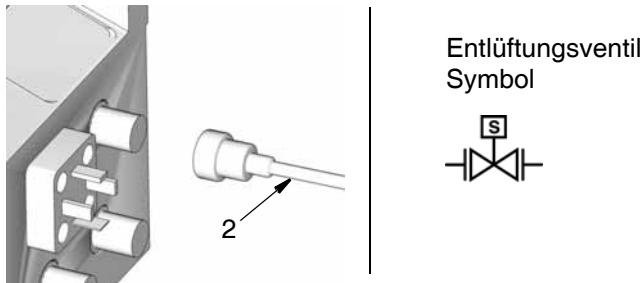

ABB. 3
4. Verbinden Sie das Ende des Kabels (2) mit dem G3 (ABB. 3).
HINWEIS: Achten Sie darauf, dass der richtige Anschluss am G3-Etikett ausgewählt wird. Um den richtigen Anschluss zu finden, suchen Sie auf dem G3-Etikett nach dem in ABB. 3 dargestellten Symbol.